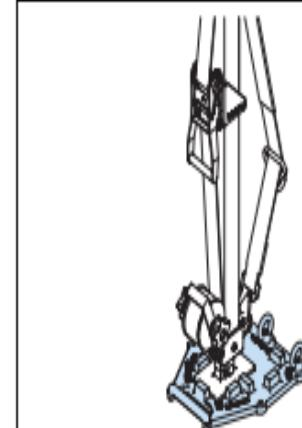

Fig. 10
- Si el suelo es demasiado blando, ponga una placa de soporte de la base debajo de ésta. Fig. 10.